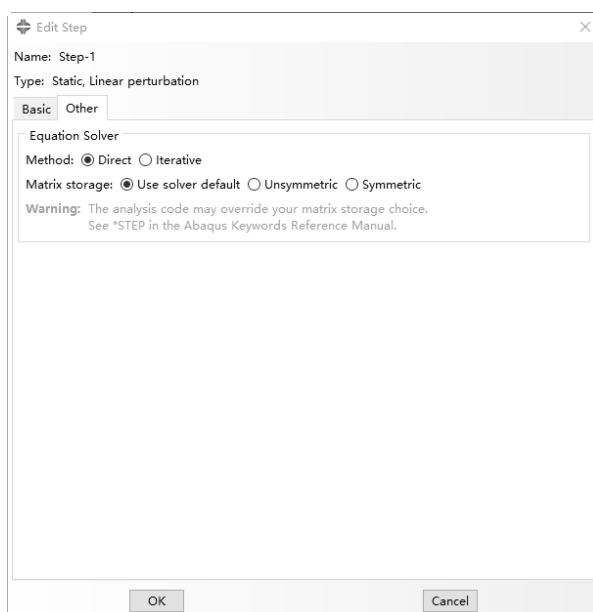

图 2-48 Other 选项卡
- (1) Basic 选项卡: 包含 Description 文本框。Nlgeom 为 off, 即不涉及几何非线性问题。
- (2) Other 选项卡: 仅包含 Equation Solver 选项组, 如图 2-48 所示。